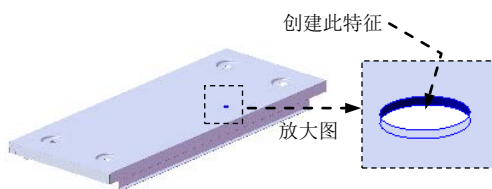
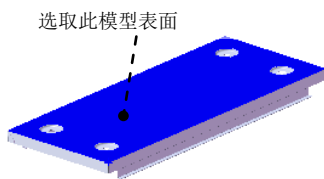

图 17.9.49 创建切除—拉伸 2
图 17.9.50 定义草图平面
Step22. 创建图 17.9.49 所示的切除—拉伸 2。选择下拉菜单 **插入(I)** → **切除(C)** → **拉伸(E)...** 命令；选取图 17.9.50 所示的表面为草图平面，绘制图 17.9.51 所示的横断面草图；采用系统默认的切除深度方向；在 **方向1** 区域的下拉列表中选择 **完全贯穿** 选项。单击 按钮，完成切除—拉伸 2 的创建。